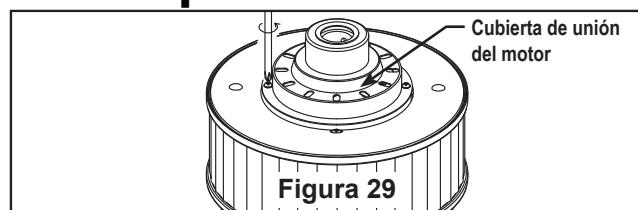

Figura 29
- ☐ 1. Retire la Cubierta de unión del motor destornillando los dos tornillos. (Figura 29)